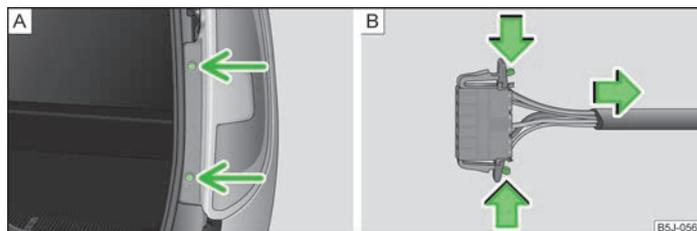

Fig. 151 Desmontar la luz posterior/separar el conector
- Desenroscar la lámpara » fig. 151 - **A**.
- Desconectar el conector » fig. 151 - **B**.